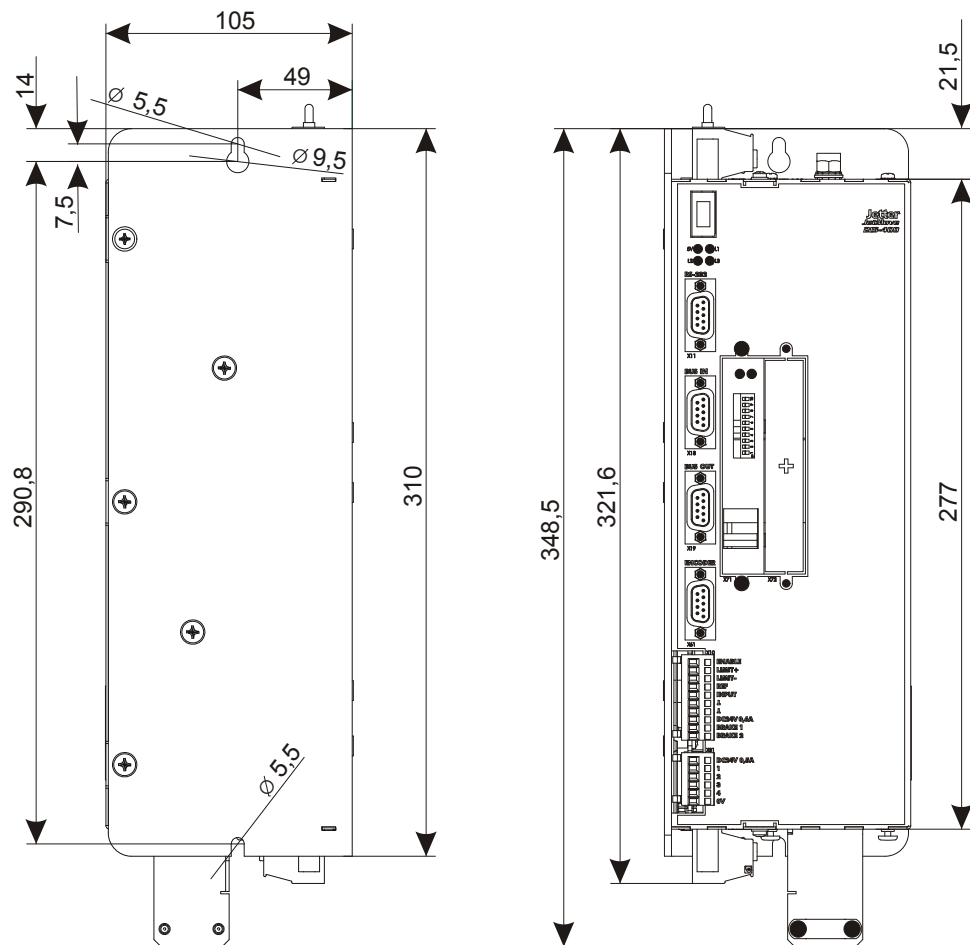

Abb. 4: Rück- und Frontansicht des Gehäuses des JetMove 225-480 mit Bohrungen
-  Markieren Sie auf der Montageplatte zwei Stellen für die Befestigungsgewinde des JetMove 225-480 (siehe Abb. 4, Seite 25).
Einbaulage	Senkrecht (siehe hierzu Abb. 4 Seite 25) Für ausreichende Luftzirkulation ist oberhalb und unterhalb des Gehäuses ein Freiraum von mindestens 100 mm einzuhalten.